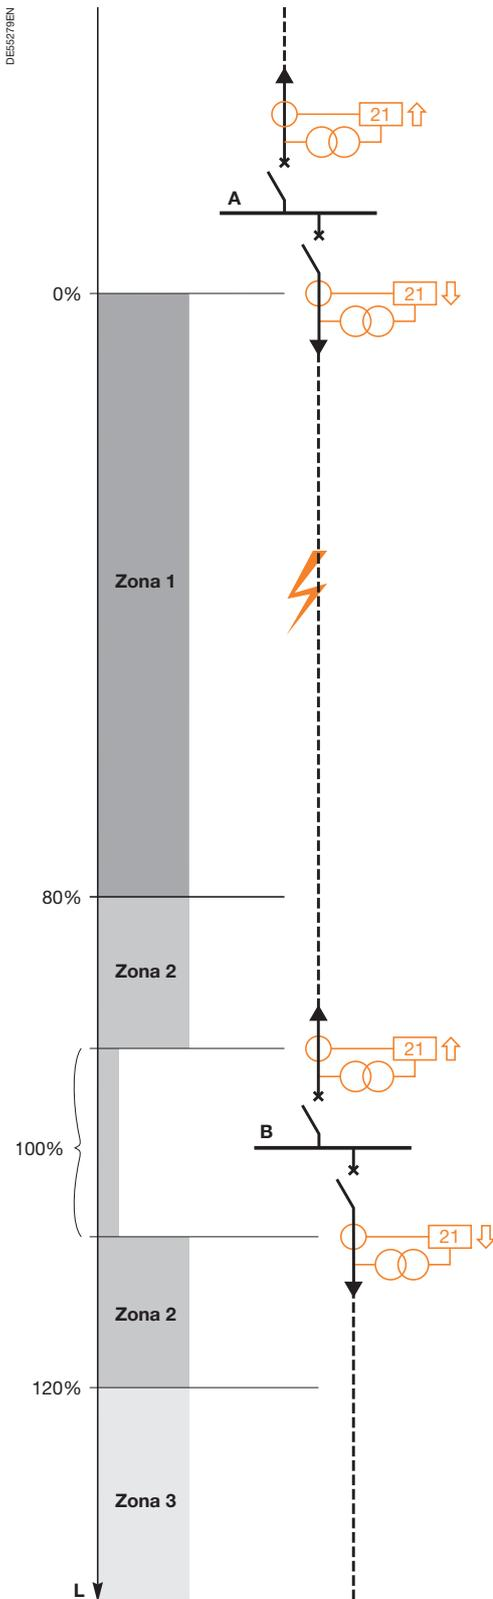

Fig. 90. Principio de protección de distancia.
- Delimitación de zonas de impedancia que representan secciones de línea de diferentes longitudes (fig. 90).